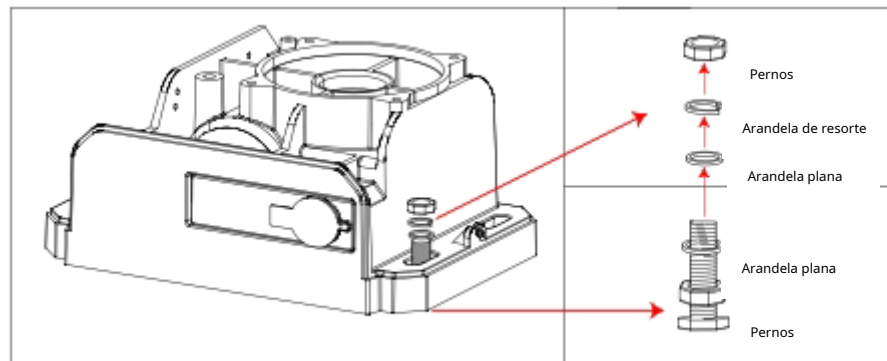

Figura 10
- Apriete los pernos M10 con el resorte y las arandelas planas provistas a la base del motor según sea necesario. (La altura se puede ajustar ligeramente mediante pernos inferiores como se muestra en la Figura 10).